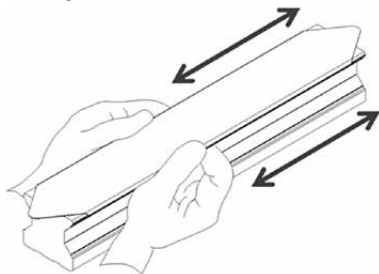

Рис.1.4 Начало монтажа защитной ленты
- ▶ После центрирования закрепите защитную ленту на направляющей, начиная с одной стороны, как показано на рис. 1.4, на длину около 15 см.